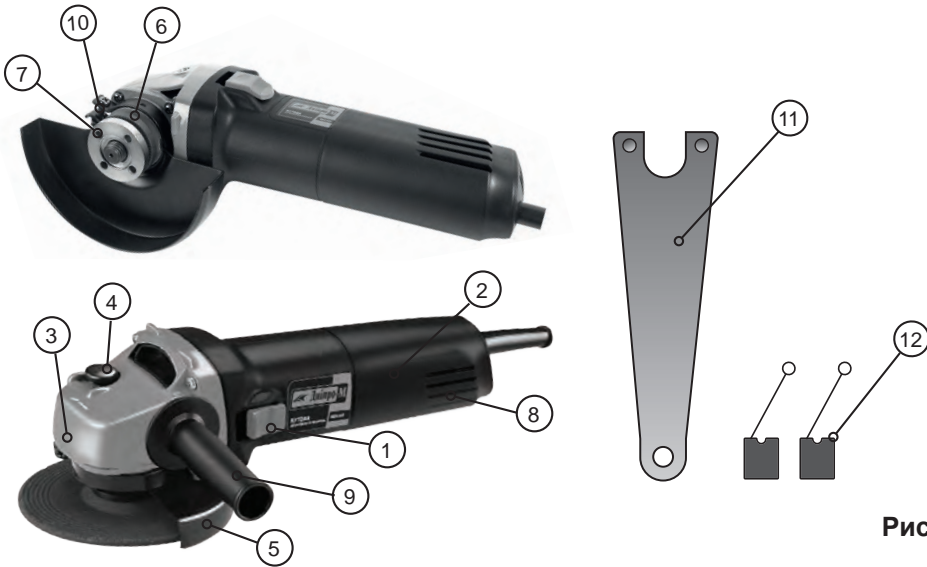

Рис.1
- Натисніть на кнопку блокування вала **4** (див.рис.1) для того, щоб заблокувати обертання шпинделя під час встановлення або зняття приладдя.
Встановіть додаткову рукоятку **9** (див. рис.1) в зручне для роботи положення і зафіксуйте, обертаючи її ручку за годинниковою стрілкою.
1. Послабте один з гвинтів **10** (див. рис.1), який фіксує захисний кожух **5** до КШМ.
1. Розмістіть внутрішній фланець 6 (див. рис. 1) на валу шпинделя обгумованим боком до себе.